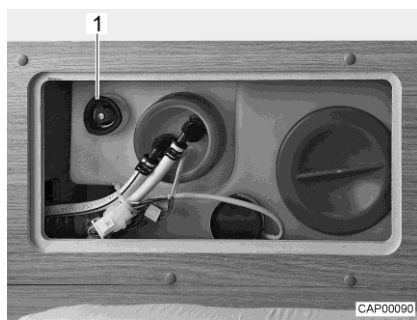

Bild 95 Wassertank mit Drehgriff
- Auf dem Wassertank den Drehgriff (Bild 95,1) im Uhrzeigersinn bis zum Anschlag drehen.
- Auf dem Wassertank den Drehgriff (Bild 95,1) entgegen dem Uhrzeigersinn bis zum Widerstand drehen. Das Wasser läuft bis auf ca. 20 Liter aus.